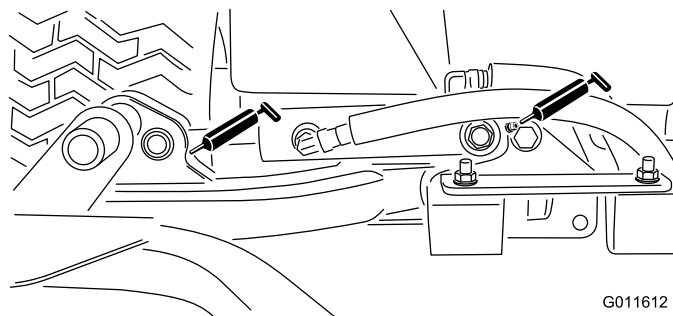

Figura 46
- Cilindri del braccio di sollevamento degli elementi di taglio (2 cad.) (Figura 46)
- Perni dei bracci di sollevamento (1 cad.) (Figura 46)